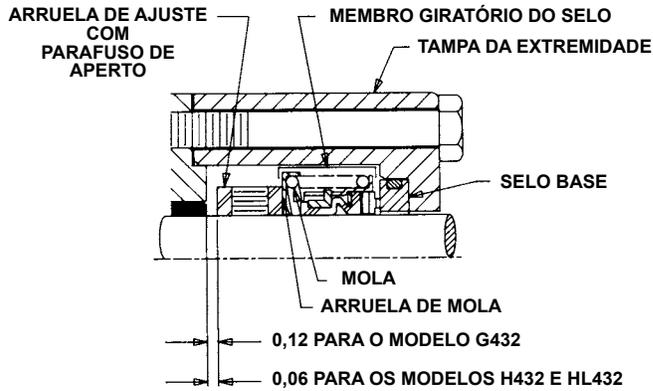

FIGURA 15 - VISTA DA SEÇÃO, ÁREA DE VEDAÇÃO
Instale o selo mecânico: Coloque a arruela de ajuste no eixo e aperte o parafuso de regulagem. **Veja a Figura 15, na página 9,** para saber a localização da arruela de ajuste.
2. A arruela da mola e a mola deverão ser colocadas no eixo primeiro e nessa ordem. **(Consulte a Figura 15, na página 9.)**